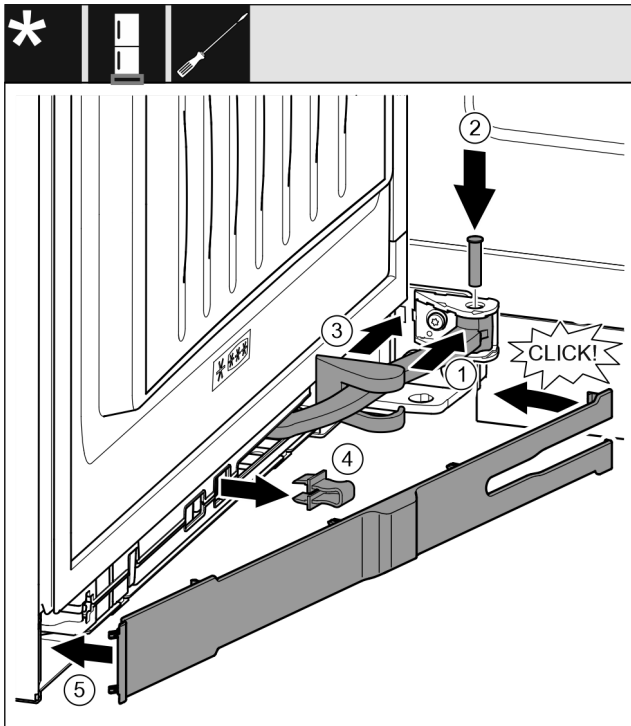

Fig. 69
- ▶ Scharnier Fig. 69 (1) in de ophanging draaien.
- ▶ Bouten Fig. 69 (2) met een schroevendraaier in de ophanging en scharnier steken. Let hierbij op dat het vergrendelingslipje juist in de groef zit.
- ▶ Lagerbokafdekking Fig. 69 (3) langs het scharnier schuiven en over de ophanging monteren.
- ▶ Beveiliging Fig. 69 (4) wegnemen.
- ▶ Panelen Fig. 69 (5) aan de greepzijde plaatsen en er indraaien.